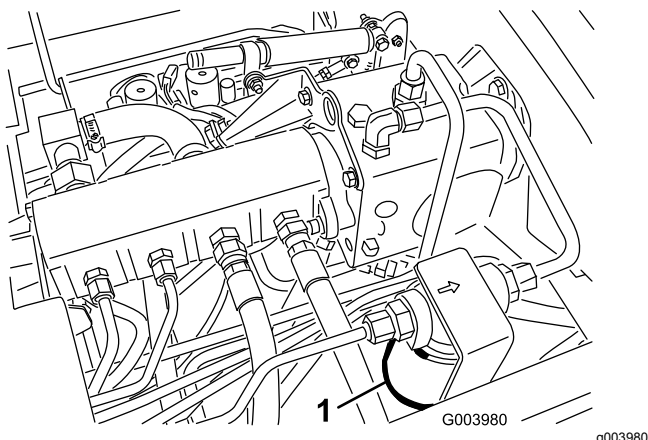
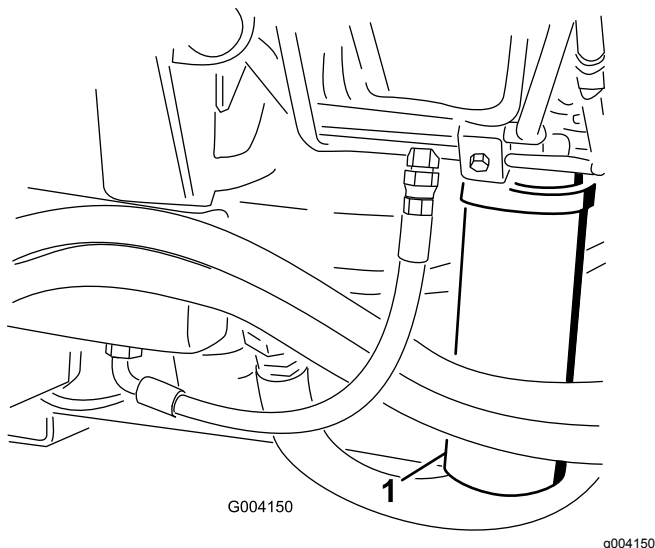

Figura 71
Figura 72
2. Pulite l'area di montaggio del filtro e collocate una bacinella di spurgo sotto il filtro (**Figura 71**) e (**Figura 72**).